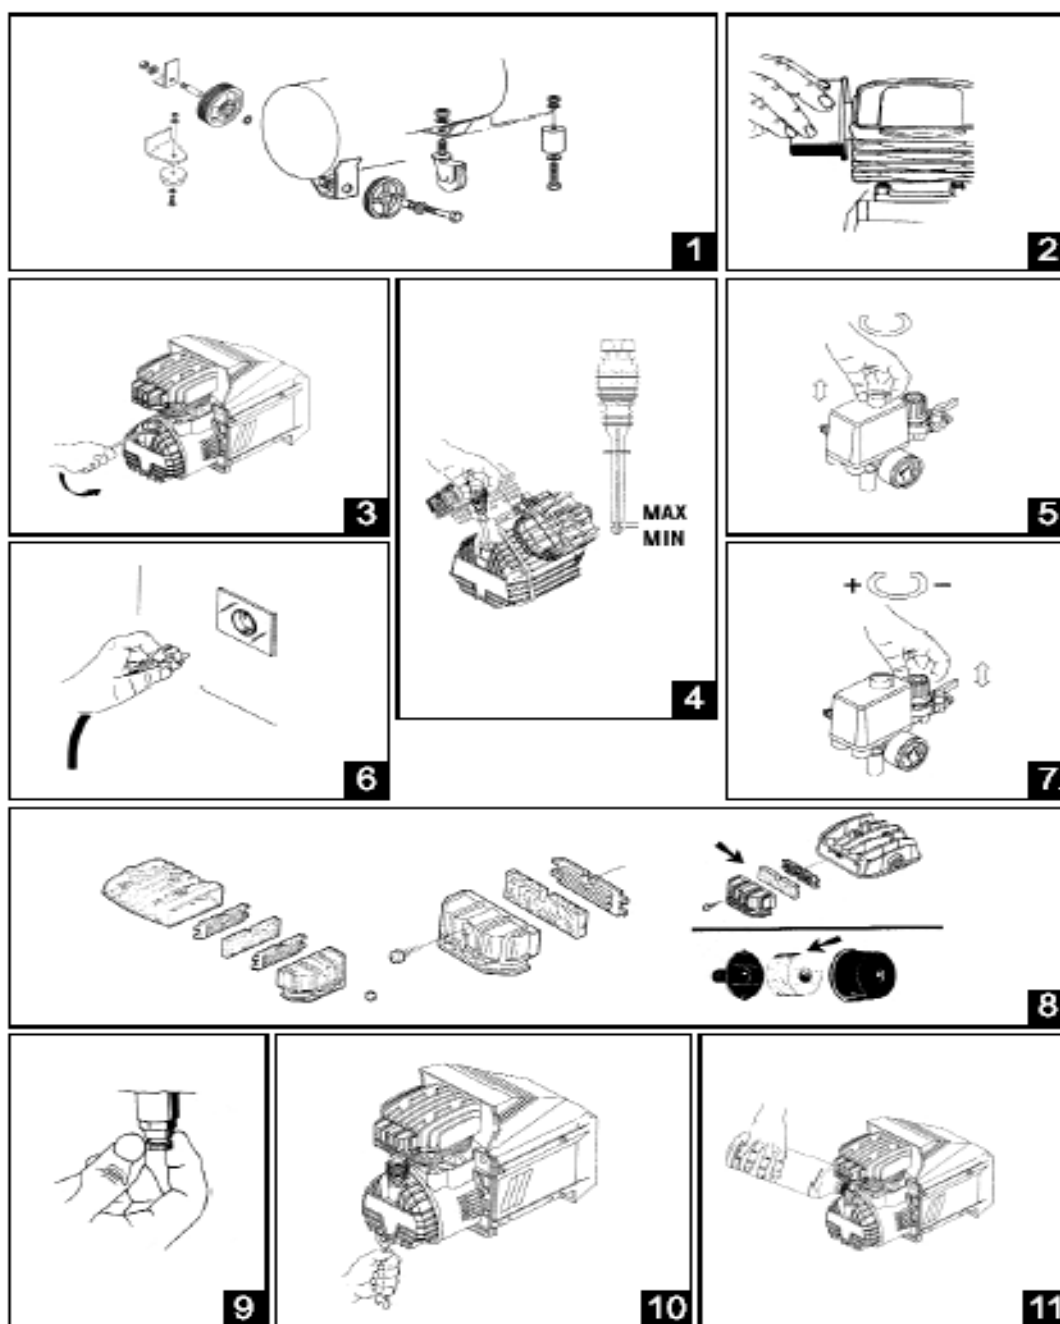

Рис.3. Порядок инсталляции компрессора
Установите на ресивер амортизаторы и колеса (если они предусмотрены моделью). Рисунок 3 (1). При выборе места установки необходимо предусмотреть свободный доступ к выключателю и крану подачи воздуха потребителю.
Разблокируйте ручку регулятора давления, подняв ее вверх рисунок 3 (7).
Отрегулировать давление на выходе можно с помощью редуктора, установленного на компрессор, контролировать выходное давление можно с помощью соответствующего манометра, установленного на выходе из компрессора. (см. Рис.3)